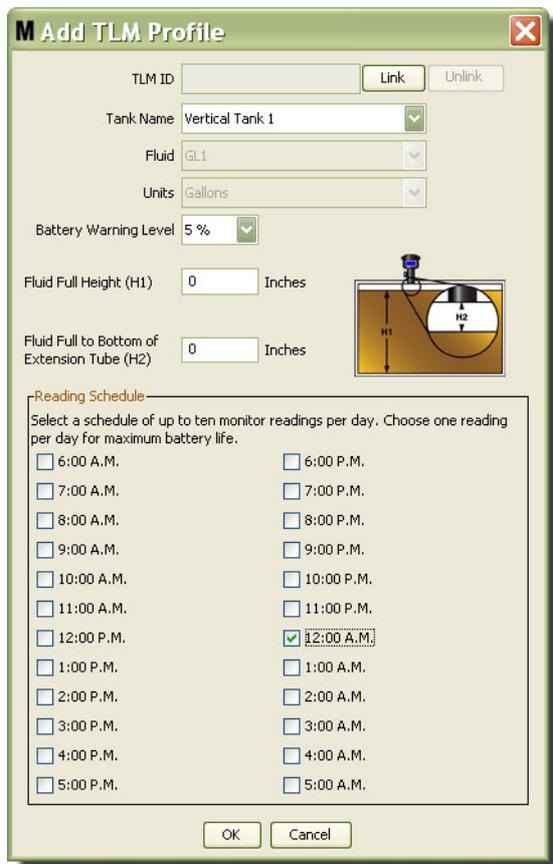

ABB. 108
3. Das in ABB. 108 gezeigte Fenster „TFW-Profil hinzufügen“ erscheint.
2. Wählen Sie in dem in ABB. 108 gezeigten PC-Fenster die Schaltfläche „Verknüpfen“ aus und wählen Sie dann aus der Dropdown-Liste denjenigen TFW aus, für den Sie dieses Profil erstellen. Dies verbindet den TFW mit dem Matrix-PC und ermöglicht eine Kommunikation zwischen den beiden Geräten im System.
Wenn Sie die Schaltfläche „Verknüpfen“ angeklickt haben, ist die in ABB. 108 gezeigte Schaltfläche „Verknüpfen“ nicht mehr aktiv; stattdessen wird die Schaltfläche „Verknüpfung trennen“ aktiviert. Das Klicken auf die Schaltfläche „Verknüpfung trennen“ hebt die Zuordnung zwischen diesem TFW und dem Matrix-PC auf.